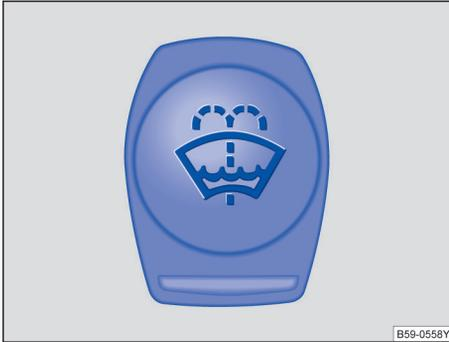

图 134 发动机舱内：车窗清洗液容器盖。
- 车窗玻璃清洗液储液罐可通过盖子上的符号 识别 ⇒ 图 134。